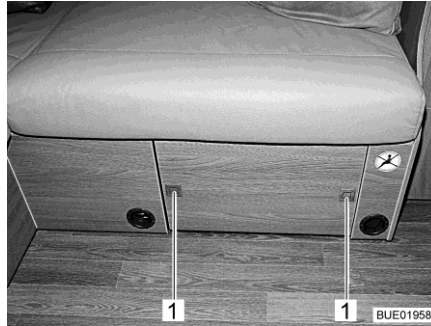

Fig. 127 Tavolino da salotto, stivato
- Premere i bottoni automatici (Fig. 127,1) sul diaframma del vano sedile. I bottoni automatici scattano all'infuori.
- Premere verso l'interno i bottoni automatici (Fig. 127,1) finché non si innestano.